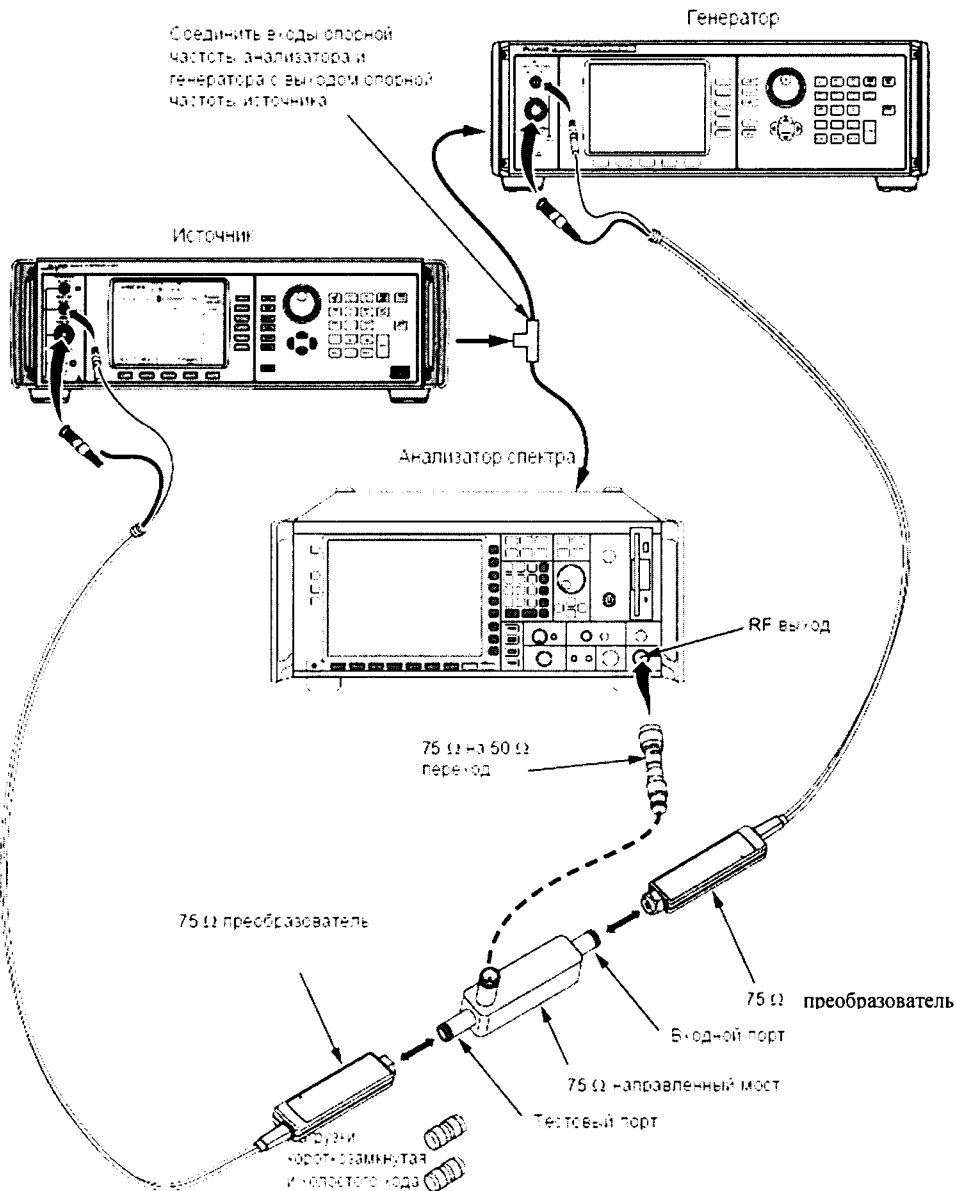

Рисунок 13.
8.16.1 Соединить выход REF FREQUENCY OUTPUT на задней панели источника со входами внешнего опорного сигнала на анализаторе спектра (измерительном приёмнике) и генераторе сигналов (рисунок 13).